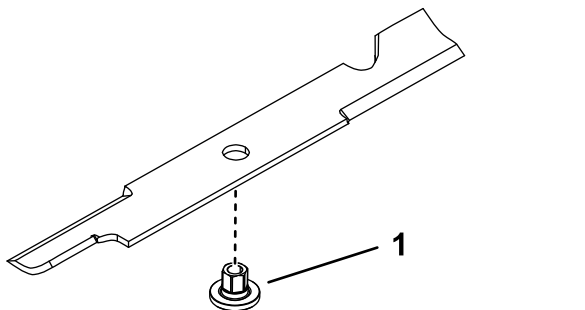

Рисунок 73
1. Встановіть втулку через ніж з фланцем втулки на нижній (трав'яній) стороні ножа (Рисунок 73).